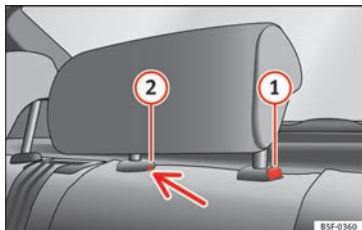

Fig. 150 Poggiatesta per il sedile posteriore centrale: punto di sblocco.
- Per regolare il poggiatesta ad un'altezza inferiore, premere il tasto  » **fig. 150** e farlo scorrere verso il basso.
- Premere il tasto  » **fig. 150**, premendo al tempo stesso attraverso il foro della sicura  » **fig. 150** con un cacciavite piatto di massimo 5 mm di larghezza e ritirare il poggiatesta.